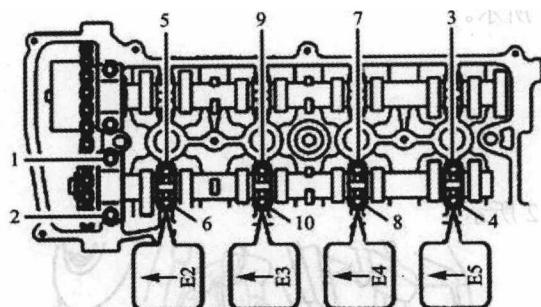
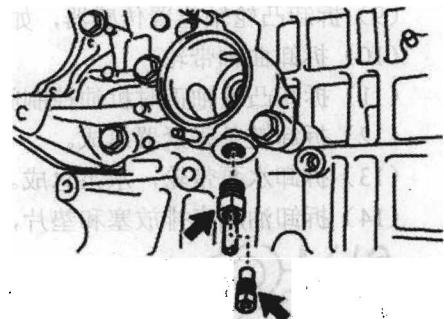

图 1-15 拆卸凸轮轴
图 1-16 拆卸进水口外壳放水龙头总成
(22) 拆卸凸轮轴，按图 1-15 所示的顺序，分步骤均匀松开并拆卸 10 个轴承盖螺栓，拆卸 5 个轴承盖。
(23) 拆卸凸轮轴轴承。
(24) 拆卸凸轮轴正时链轮。
(25) 拆卸凸轮轴正时齿轮。
(26) 拆卸气缸盖。
(27) 拆卸进水口外壳放水龙头总成，如图 1-16 所示，拆卸进水口外壳。